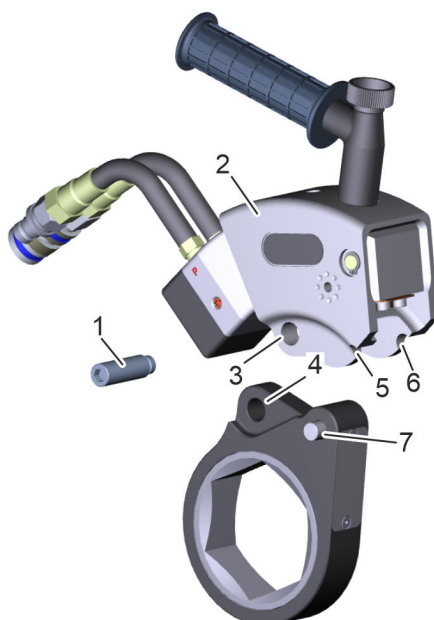

Fig. 12: Forbindelse af skraldehoved med drivenhed
7. ➔ Løsn unbrakoskruen på skraldehovedet (Fig. 12/1).
8. ➔ Læg skraldehovedet med stikbolten til skraldehovedet (Fig. 12/7) i holderne (Fig. 12/5 og 6).
9. ➔ Justér boringen i skraldehovedet (Fig. 12/4) og forbindelsen drivenhed – skraldehoved (Fig. 12/3) i forhold til hinanden, og sørg for at sikre unbrakoskruen på skraldehovedet (Fig. 12/1).